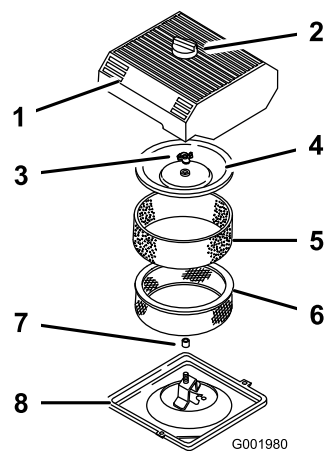

Figura 39
3. Curăai în jurul filtrului de aer pentru a preveni pătrunderea murdăriei în motor i a evita deteriorarea (Figura 39).
4. Slăbiți butonul de pe capacul filtrului de aer i îndepărtați capacul (Figura 39).
5. Glisați cu grijă elementul din spumă de pe elementul din hârtie (Figura 39).
6. Îndepărtați piulița capacului i îndepărtați capacul i elementul din hârtie (Figura 39).
1. Glisai cu atenie elementul din spumă pe elementul filtrului de aer (Figura 39).
3. Montai manual piulia capacului strâns pe capac (Figura 39).
4. Montai capacul i butonul filtrului de aer (Figura 39).